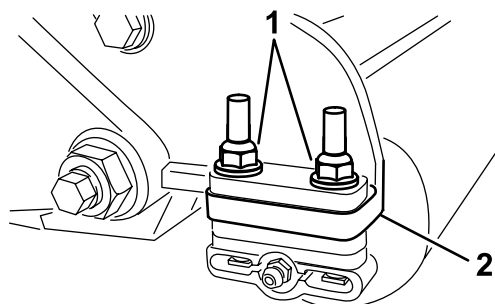

図 1
2. 各ローラー ブラケットをサイドプレートに固定しているフランジロックナット2個とワッシャー2個を取り外す (図 1)。ボルトは外さないこと。